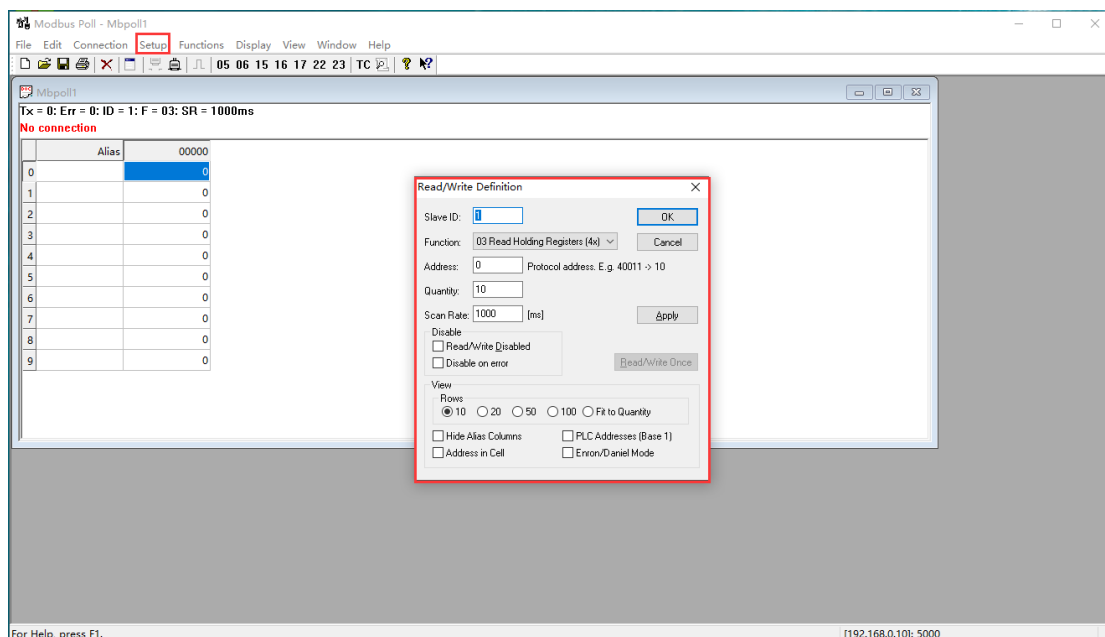

图 6-23 Modbus 主机创建
3) 将电脑 IP 设置为 192.168.0.1 (与模块内设置的远程 IP 一致)，打开“Modbus Poll”工具，其他参数设置如图 6-23 所示，ID 设置为 1，功能码选择 3。